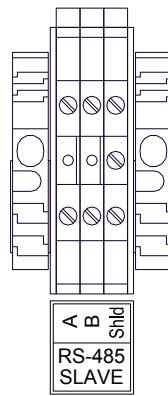

Figure 14 Connexions au port esclave N4X RS-485
8. Si vous connectez le boîtier de la MX 40 à un afficheur distant RD-64X, connectez celui-ci aux bornes de port esclave marquées **RS-485 Slave** « **A** », « **B** » et « **Shld** » (Figure 14).